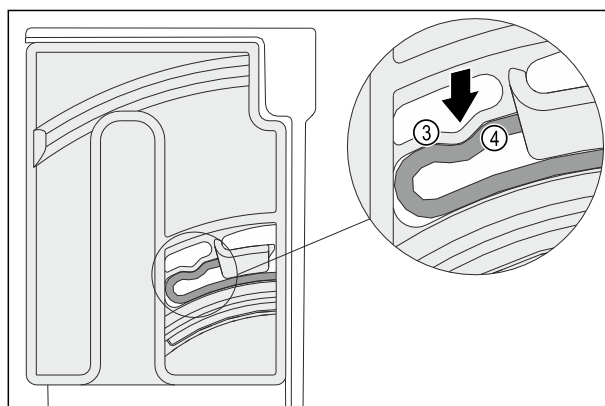

Fig. 129
- ▶ 旋转单元的弹性元件 Fig. 129 (3) 卡入圆弧形滑条 Fig. 129 (4) 中，发出咔哒声。